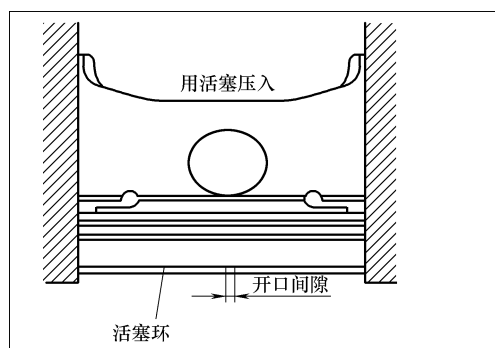

图 2-131 测量开口间隙
③ 如图 2-131 所示，将活塞环放入气缸内，利用活塞顶面使其放正后，用塞尺测量开口间隙。开口间隙过大时更换活塞环。